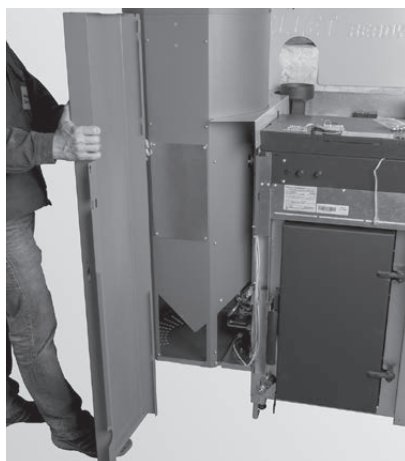
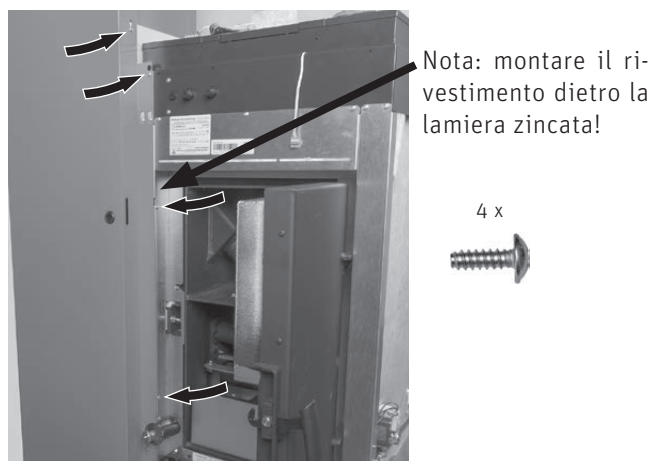

Fig. 126 Agganciare il rivestimento nelle chiusure a baionetta
Fig. 127 Avvitare il rivestimento
- ▶ Agganciare il rivestimento nelle chiusure a baionetta e avvitarlo con 4 viti per lamiera – Fig. 126, Fig. 127.